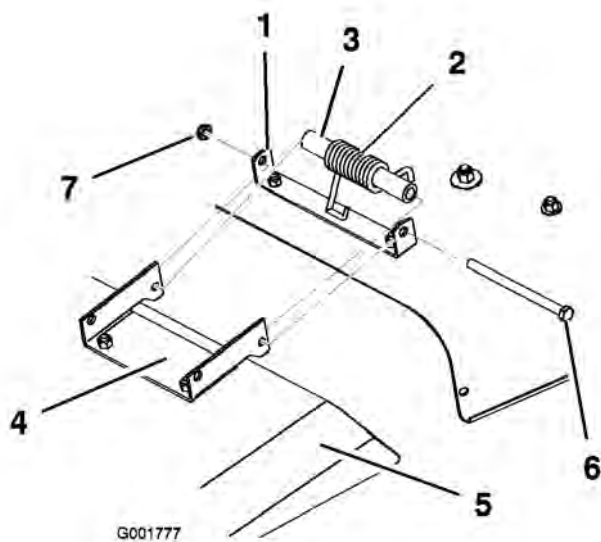

Figure 50
- Retirez le contre-écrou, le boulon, l'entretoise et le ressort qui fixent le déflecteur aux supports du plateau de coupe (Figure 50). Enlevez le déflecteur s'il est endommagé ou usé.
- Placez le déflecteur d'herbe en face des trous des supports et des extrémités droites des ressorts et des entretoises dans l'espace entre les supports et au-dessus du déflecteur (Figure 50).
- Placez le ressort et l'entretoise de sorte que les extrémités crochues du ressort soient dirigées vers le bas, une extrémité en contact avec le plateau de coupe et l'autre sur le déflecteur (Figure 50).